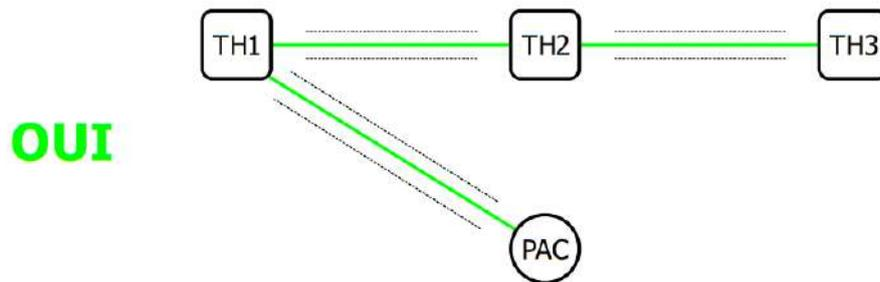
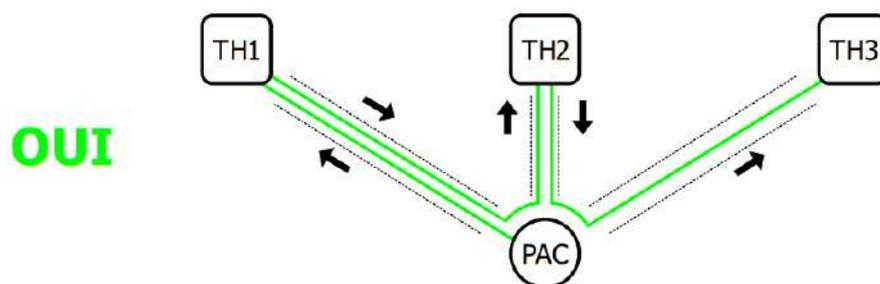

Figure 1
Figure 3
Dans la plupart des constructions, des gaines électriques sont prévues de la PAC à chaque thermostat mais pas entre les différents thermostats (voir figure 1). Pour parer à cela il suffit de câbler des aller-retours entre les TH-Tune et la PAC (voir figure 3).
- Bus 3 fils : 3 x 0,25 mm2 - 0,75 mm2 (6x si aller-retour, voir figure 3)